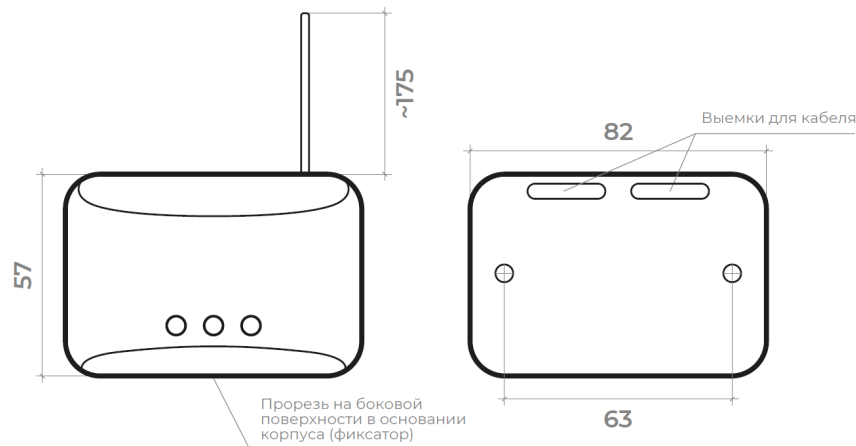

Рис.1. Габаритные и установочные размеры извещателя.
1.7. Внешний вид прибора и вид со снятой крышкой приведены на рис. 1 и 2 соответственно.